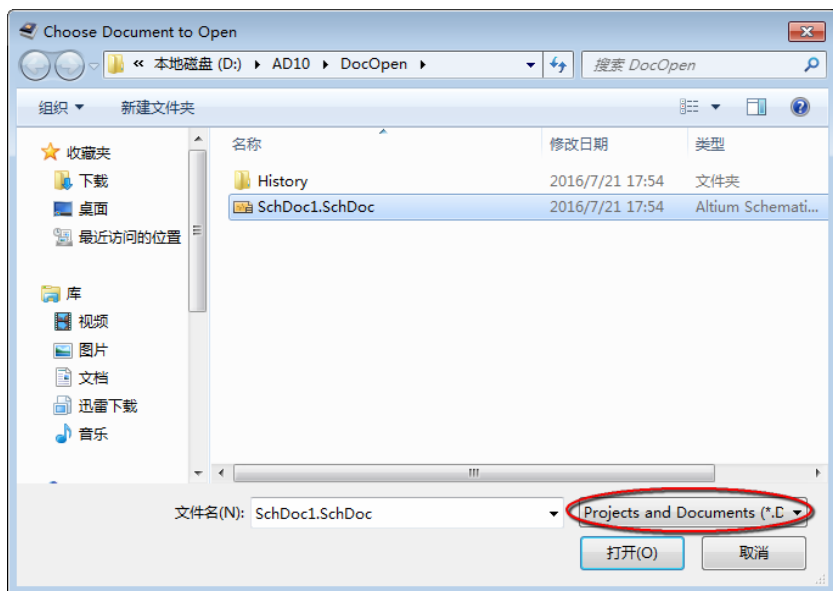

图 2-10 打开设计文档
(1) 执行菜单命令 **File** > **Open**，或者单击标准工具栏上的  按钮，也可以使用 **Ctrl + O** 快捷键，启动打开文档对话框，如图 2-10 所示。